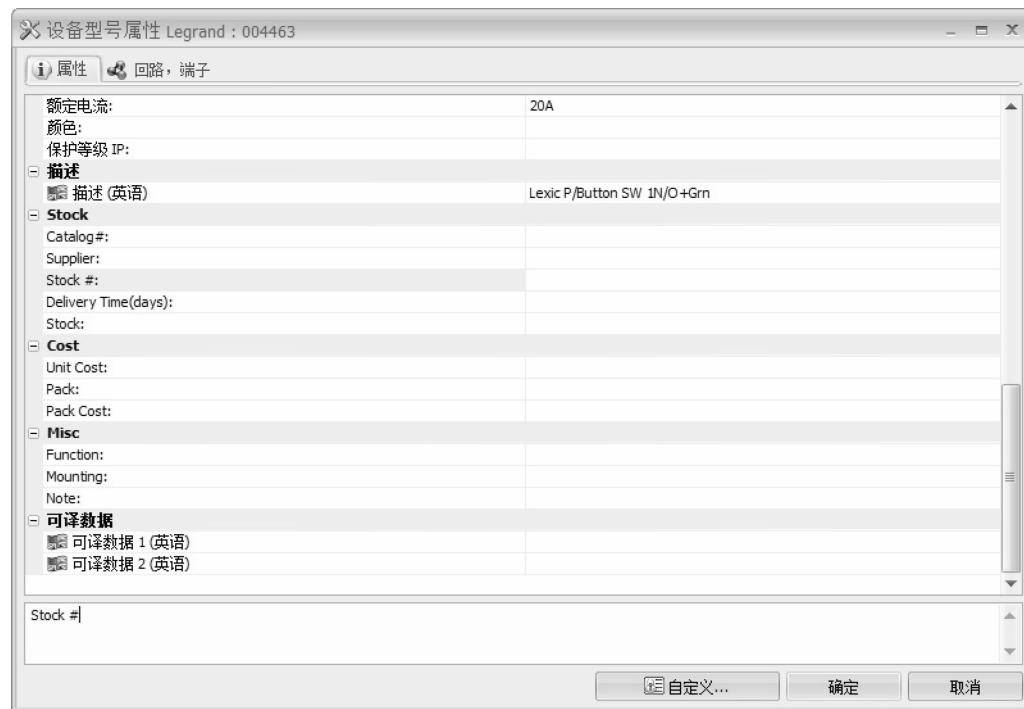

图 6-21 查看用户数据域
**步骤 13 工程设备** 在【页面 04】双击常开按钮 + L1 + L2 - S1。使用上面的方法，【编辑】Legrand 型号 004463，查看用户数据域，如图 6-21 所示。单击两次【确定】，返回页面。